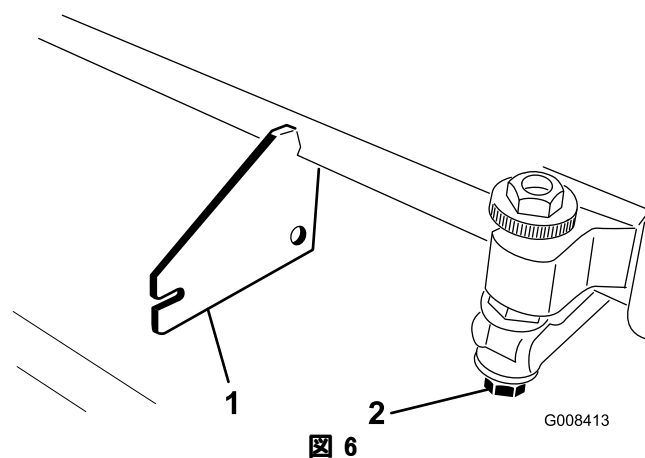

図 6
ベッドナイフやリールを見るためにカッティングユニットを立てる場合には、ベッドバー調整ネジのナットが床面に接触しないように、カッティングユニットの後ろ側についているスタンドで支えるようにしてください (図 6)。
**重要** ユニット左右についているベッドバー調整ネジのナットが床に当たっていないことを確認する (図 6)。
**重要** ベッドナイフやリールを見るためにCuttingユニットを立てる場合には、ベッドバー調整ネジのナットが床面に接触しないように、Cuttingユニットの後ろ側についているスタンドで支えるようにしてください(図 6)。